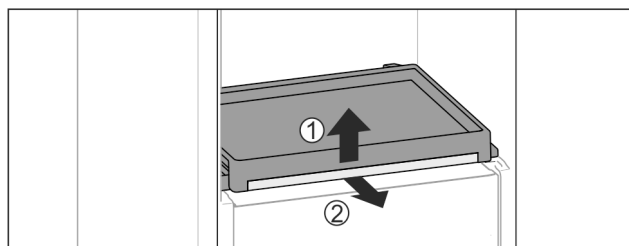

Fig. 132
- Извадете изтеглящата се дъска със стъклената плоча: Повдигнете леко отпред стъклената плоча Fig. 132 (1) и я изтеглете напред Fig. 132 (2).